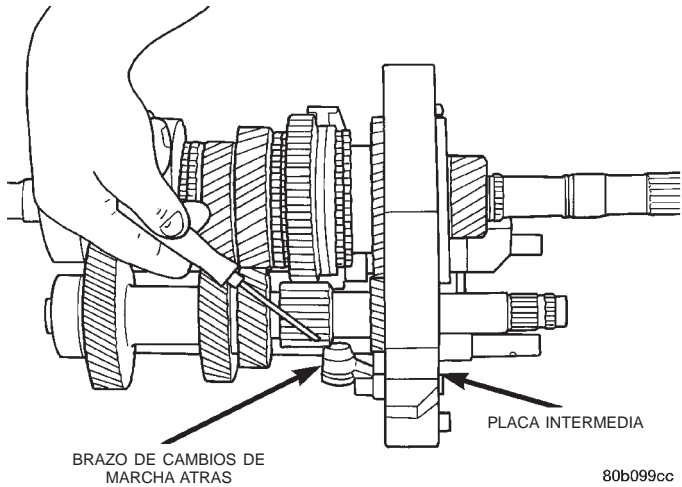
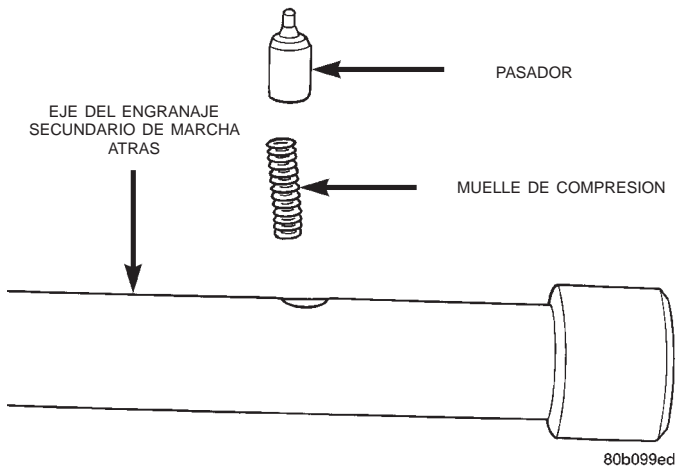

Fig. 88 Posición del brazo de cambios de marcha atrás
Fig. 89 Instalación del muelle de compresión y el pasador
(28) Emplace el retén del cojinete trasero del eje principal sobre el eje transmisor y en la placa intermedia.
(29) Instale pernos nuevos para fijar el retén del cojinete a la placa intermedia.
(30) Desplace el brazo de cambios de marcha atrás a la posición de marcha atrás. La posición de marcha atrás es con el brazo alejado de la placa intermedia (Fig. 88).
(31) Instale el conjunto del engranaje secundario de marcha atrás en su posición en el eje principal y el brazo de cambios de marcha atrás.
(32) Instale el muelle de compresión y el pasador en el eje del engranaje secundario de marcha atrás (Fig. 89).